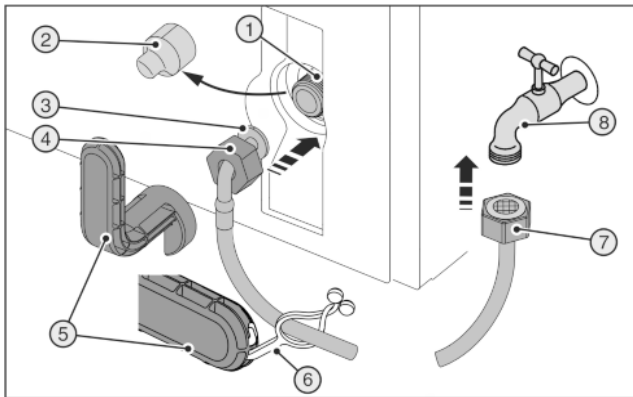
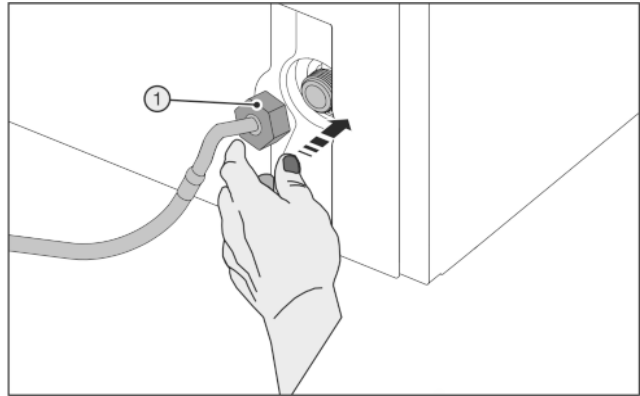

Fig. 28
Fig. 29
Счупен помощен инструмент Fig. 28 (5)!
- Използвайте помощния инструмент Fig. 28 (5) само при стайна температура.
- Изтеглете капака Fig. 28 (2).
- Улесен монтаж: Положете правия край на маркуча Fig. 28 (7) наляво върху пода.
- Плъзнете докрай и задръжте гайката Fig. 28 (4) над огънатия край на маркуча Fig. 28 (3).
- Поставете внимателно гайката Fig. 29 (1) и с два пръста я завинтете права върху резбата, докато се постигне добро прилягане.
- Затегнете гайката Fig. 29 (1) с помощен инструмент Fig. 28 (5) по посока на часовниковата стрелка, докато максималният въртящ момент бъде достигнат и помощният инструмент Fig. 28 (5) превърти.
- Завинтете гайката Fig. 28 (7) върху спирателния кран Fig. 28 (8).
- Затегнете гайката Fig. 28 (7) с помощен инструмент Fig. 28 (5) по посока на часовниковата стрелка, докато максималният въртящ момент бъде достигнат и помощният инструмент Fig. 28 (5) превърти.
- Отворете спирателния кран Fig. 28 (8) на подаването на вода и проверете херметичността на цялата водопроводна система.
- Закачете халката Fig. 28 (6) в помощния инструмент Fig. 28 (5) и закрепете към маркуча от неръждаема стомана за съхранение.